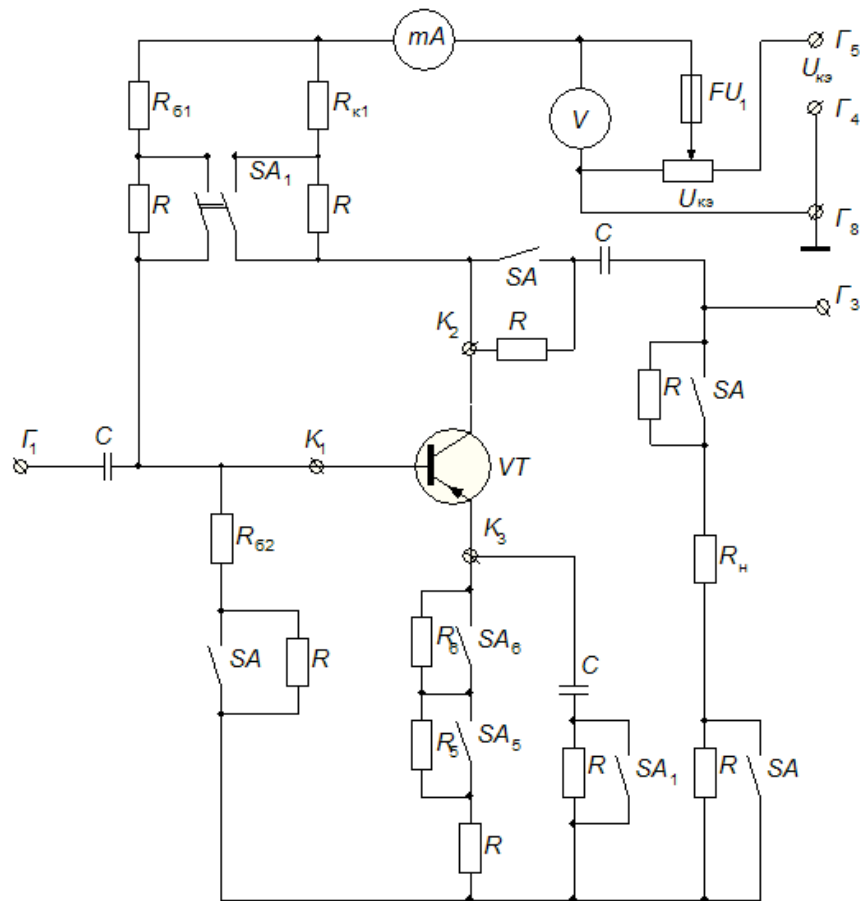

Рис. 3.9. Схема включения транзистора для снятия АЧХ
4. Определить верхнюю граничную частоту АЧХ транзистора, для чего собрать на стенде схему (рис. 3.9). Установить напряжение $U_{кз} = -5$ В.